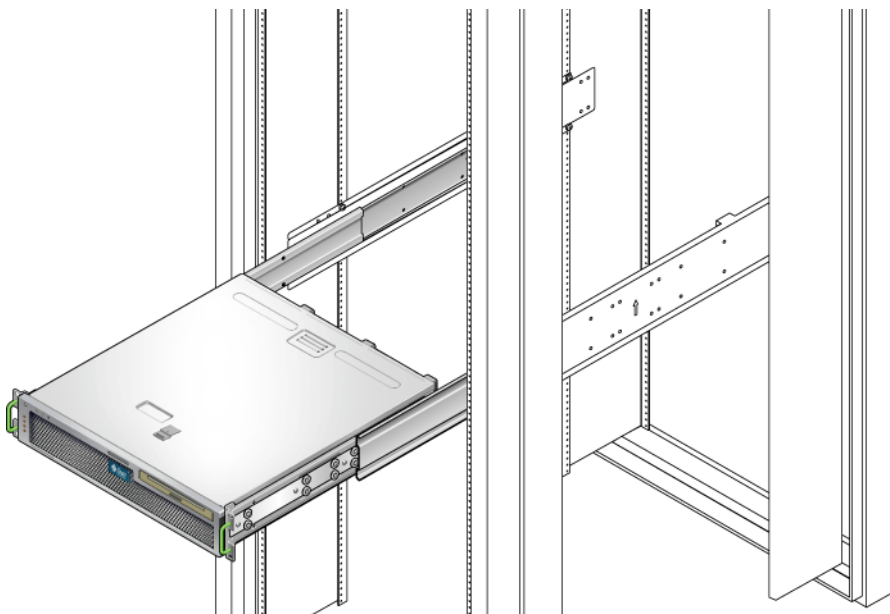

図 3-12 ラックへのサーバーのスライド
14. スライドボタンを押して、ラック格納装置の中にサーバーを完全に収納します。(図 3-12)。